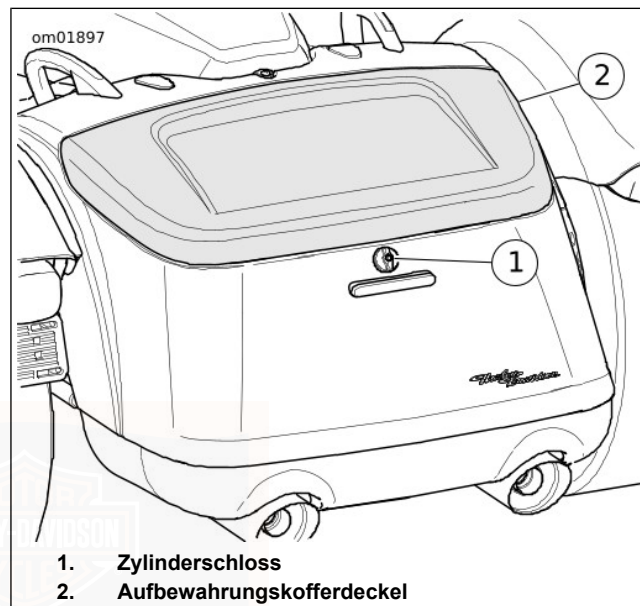

Abbildung 59. Aufbewahrungskoffer (FLRT/FLTRT)
- Siehe Abbildung 59 . Zum Entriegeln des Deckels das Zylinderschloss im Uhrzeigersinn drehen. Den Aufbewahrungskofferdeckel öffnen.